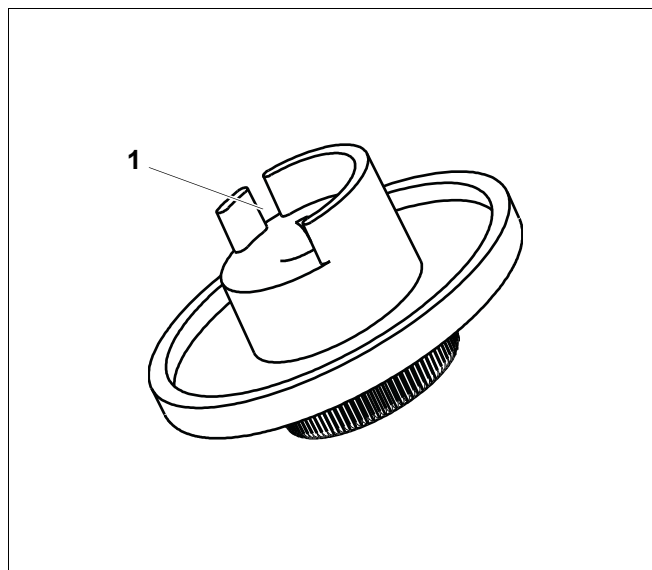

Рис.4 Ручка настройки
- Отломите стопор (→ рис. 4, [1]).